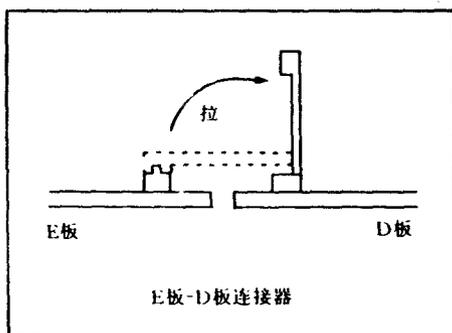

图 10
1. 从E板 D板连接器的E板边进行分离 (如图10所示)。